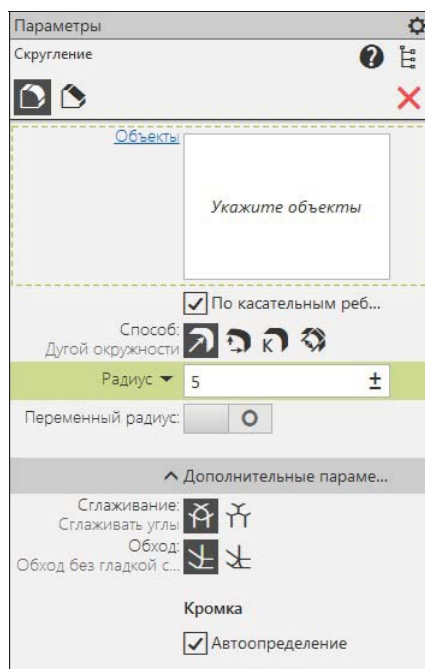

Рис. 21.2. Панель Параметры: Скругление
- ◆ укажите в графической области ребро (ребра) для построения скругления. На панели **Параметры: Скругление** (рис. 21.2) задайте такие параметры: